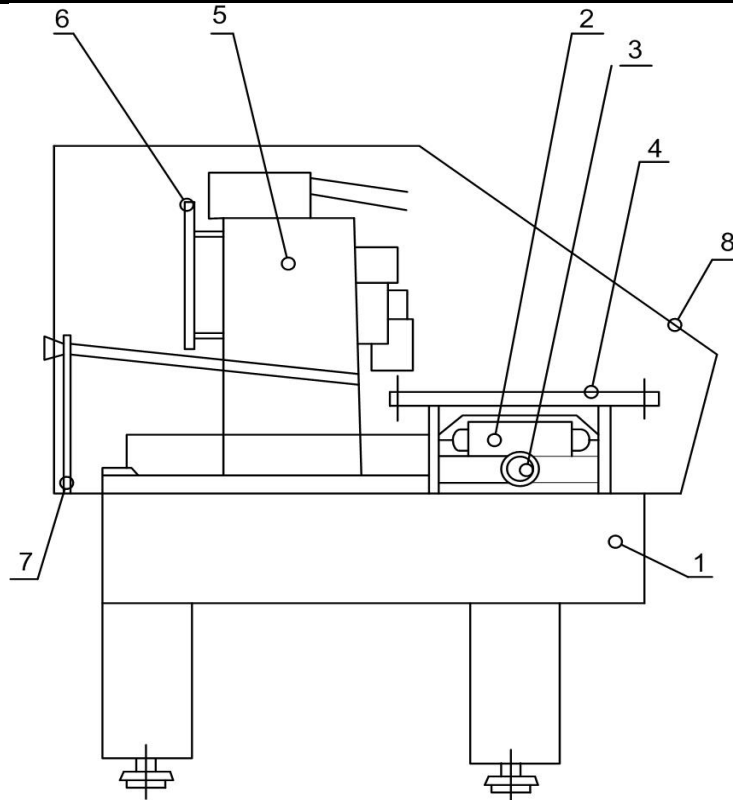

Рис.1.2. Станок CM-600Ф2
Станок СМ-600Ф2 (рис. 1.2) состоит из гранитного основания (1) на котором размещены: электродвигатель линейный по оси X (2), электродвигатель линейный по оси Y (3), стол (4), блок автоматических манипуляторов (5), панель пневмоаппаратуры (6), панель электрооборудования станка (7), закрытая кожухом (8).